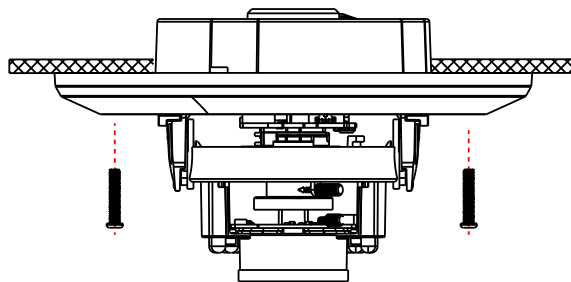

Рис. 2.10. Монтаж видеокамеры на адаптере LTV-BMW-IC2
6. Закрепите видеокамеру на адаптере LTV-BMW-IC2 при помощи двух винтов (Рис. 2.10).